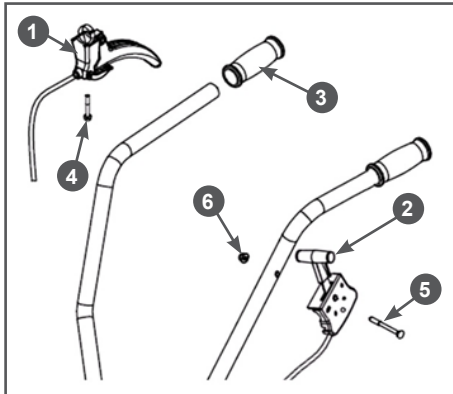

Рис. 8 Установка рычагов сцепления и газа
7. Установите на рабочие рукоятки рычаг 1 сцепления и рычаг газа 2 (Рис. 8). Для установки рычага 1 сцепления выполните следующее: снимите с правой рабочей рукоятки резиновую ручку 3, наденьте рычаг на рукоятку, закрутите до упора винт 4, установите обратно на рукоятку резиновую ручку 3 (Рис. 8). Для установки рычага 2 газа выполните следующее: совместите отверстия в левой рабочей рукоятке и корпусе рычага 2 газа, вставьте в отверстие болт 5 и закрутите гайку 6 до упора (Рис. 8).